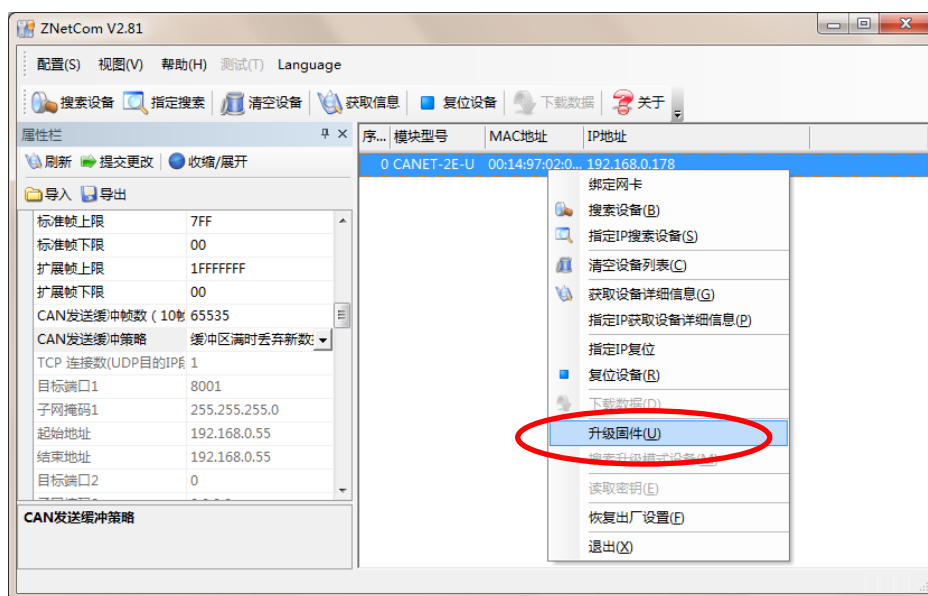

图 5.14 固件升级菜单项
单击  按钮，在弹出的“打开”对话框中（如图 5.14 所示），选择保存的设备配置信息文件，单击【打开】按钮后，ZNetCom 软件将导入文件中保存的设置。
1. 在 ZNetCom 软件的设备列表栏中, 在列表项选中要升级的设备, 点击鼠标右键, 出现菜单项, 如图 5.14 所示。